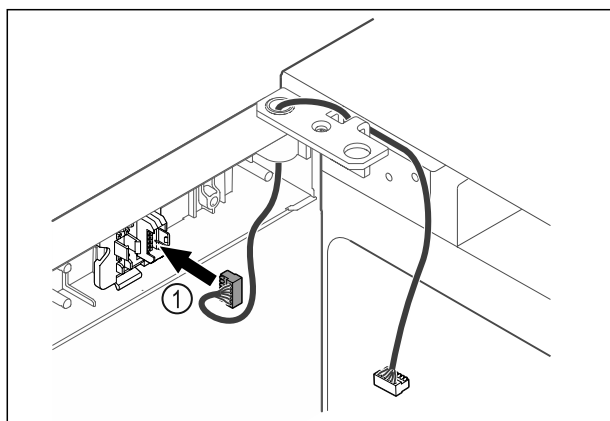

Fig. 49
- Zasuňte zástrčku Fig. 49 (1) do držáku zástrčky.